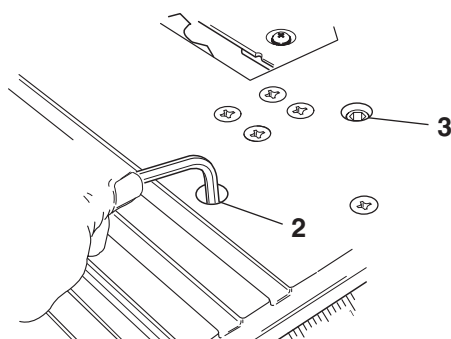

FIG. 10
4. If the blade is not at a 90° angle to the table, loosen the jam nut (underneath table) and turn the 90° adjusting socket head screw **2** (Fig. 10) left to reduce the angle or right to increase the angle.
4. If the blade is not at a 45° angle to the table, loosen the jam nut (underneath table) turn the 45° adjusting socket head screw **3** left to reduce the angle or right to increase the angle (Fig. 10).
4. Si la lame n'est pas à un angle de 90° par rapport à la table, desserrez le contre-écrou (en dessous de la table) et tournez la vis hexagonale de la douille de réglage à 90° **2** (Fig. 10) vers la gauche pour réduire l'angle ou vers la droite pour augmenter l'angle.
4. Si la lame n'est pas à un angle de 45° par rapport à la table, desserrez le contre-écrou (en dessous de la table) et tournez la vis hexagonale de la douille de réglage à 45° **3** (Fig. 10) vers la gauche pour réduire l'angle ou vers la droite pour augmenter l'angle.
4. Si la hoja no está a un ángulo de 90° respecto a la mesa, afloje la contratuerca (ubicada debajo de la mesa) y gire el tornillo de cabeza hueca de ajuste a 90° **2** (Fig. 10) hacia la izquierda para reducir el ángulo o hacia la derecha para aumentarlo.
4. Si la hoja no está a un ángulo de 45° respecto a la mesa, afloje la contratuerca (ubicada debajo de la mesa) y gire el tornillo de cabeza hueca de ajuste a 45° **3** hacia la izquierda para reducir el ángulo o hacia la derecha para aumentarlo (Fig. 10).